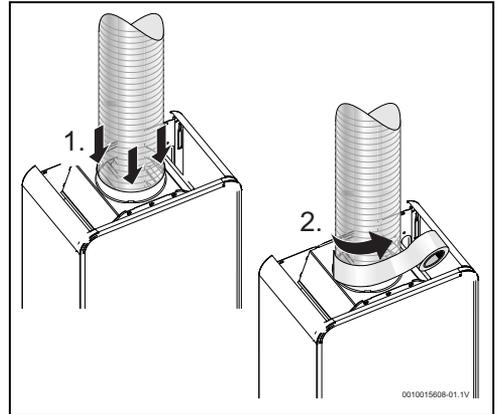

Fig. 13
- ser introduzida no interior do anel da chaminé (\rightarrow dimensão do anel na Tab. 4), sem folgas, e apoiada nos encaixes. Na existência de folgas, a ligação tem de ser vedada com material adequado (Fig. 13),